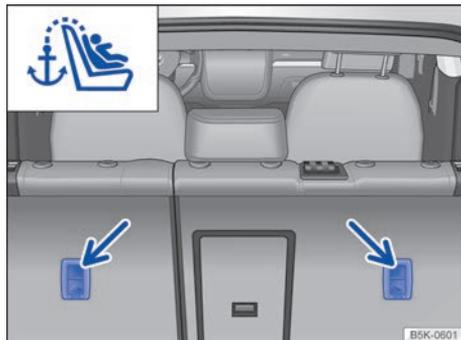

Fig. 50 Argollas de sujeción en la parte posterior del asiento trasero para fijar el cinturón de fijación superior.
- Enganche el cinturón de fijación superior en la argolla de sujeción correspondiente marcada como Top Tether en el maletero → fig. 50.